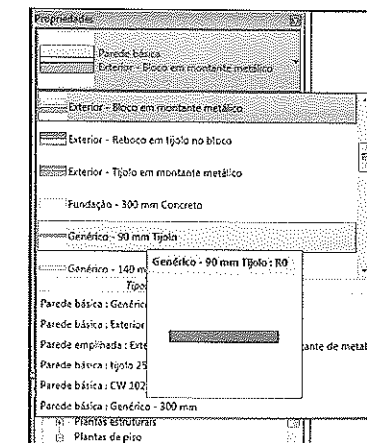

Figura 5.90 – Modificação do tipo de parede.
3. Para mudar o tipo de parede no projeto, selecione a parede, vá até **Propriedades** e escolha o novo tipo, Figura 5.90.